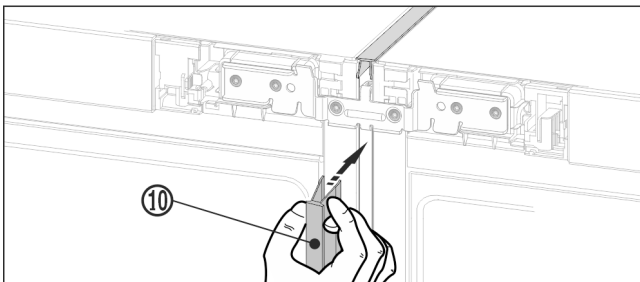

Fig. 22
- ▶ Aan de voorzijde de lange afdeklíjst Fig. 22 (10) in de verticale spleet drukken. Zorg ervoor dat de lijst op de verbindingssplaat rust.